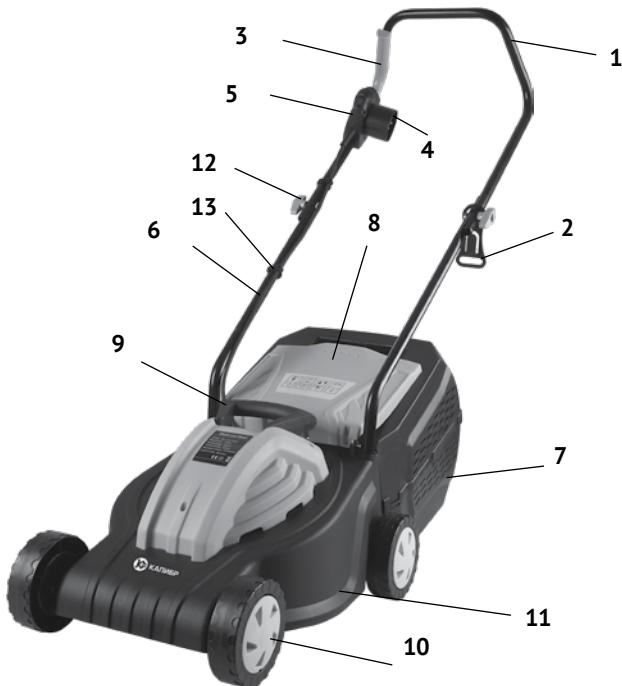

рис. 1
1.3 Вертикально расположенный асинхронный электродвигатель установлен в пластиковом корпусе (рис.1 поз.11). На валу двигателя закреплены: двухлопастной нож и крыльчатка. Основной рабочий инструмент газонокосилки - нож, срезает траву. Крыльчатка создаёт поток воздуха, который перемещает срезанную растительность в пластиковый контейнер - травосборник. Высота реза регулируется ручной переустановкой осей с колёсами в три фиксированных положения по высоте от поверхности земли. Блок управления (вилка для подключения сети и рычаг включения двигателя с кнопкой блокировки) закреплён справа на рукоятке управления (рис.1 поз.1)
2.1 Электродвигатель с ножом и крыльчаткой закреплены на раме и закрыты пластиковым корпусом (рис.1 поз.11). Травосборник (рис.1 поз.7) крепится к корпусу задней крышкой (рис.1 поз.8).
2.2.1 Установите на газонокосилку штанги рукоятки управления (рис.1 поз.6) и закрепите. Расположите рукоятку на верхней алюминиевой трубе, в удобном для Вас положении, закрепите её винтом и гайкой-барашком из комплекта крепежа.
2.2.2 Установите рукоятку управления (рис.1 поз.1) и закрепите с помощью болтов и гаек
2.2.3 Закрепите кабель питания на рукоятке управления с помощью фиксатора (рис.1 поз.13).
2.2.4 Установите на травосборник (рис.1 поз.7) крышку.
2.2.5 Поднимите заднюю крышку (рис.1 поз.8) газонокосилки и установите на газонокосилку травосборник.